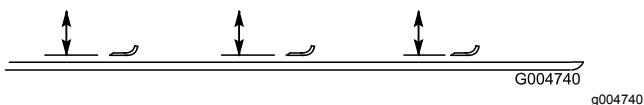

Figure 108
2. Tournez la lame dans le sens longitudinal et mesurez la distance entre l'intérieur du plateau de coupe et le tranchant à l'avant de la lame (Figure 108).